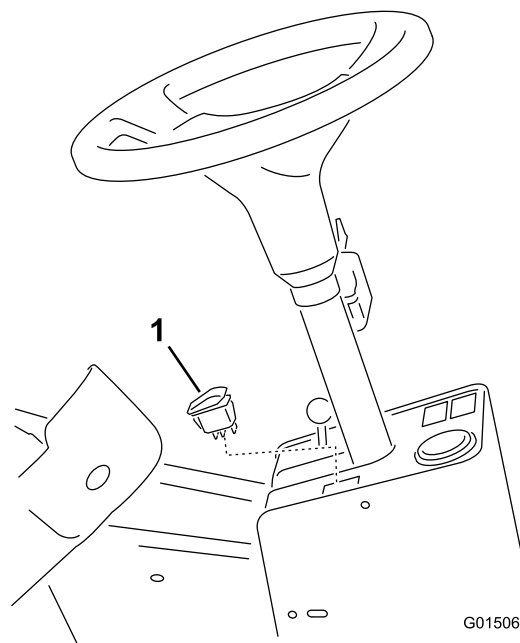

Figure 4
4. Montez l'interrupteur des feux de détresse sur le haut de la tour de direction (Figure 4).